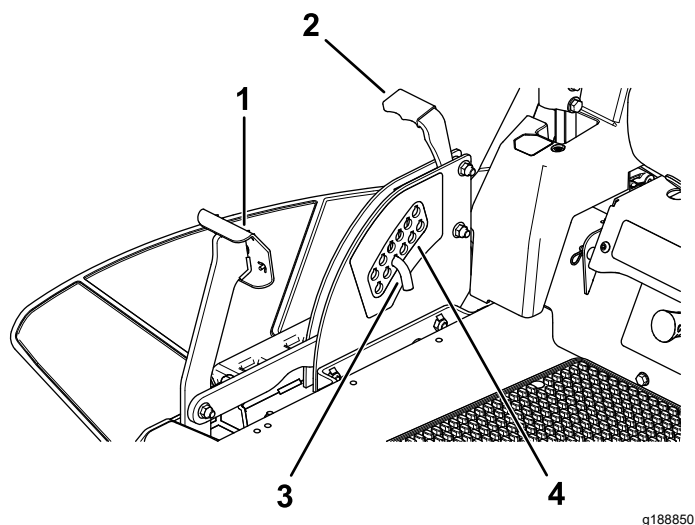

Figure 38
1. Appuyez sur la pédale de commande du plateau de coupe avec le pied et levez le plateau à la position du verrou de transport (qui est aussi la position de hauteur de coupe de 114 mm), comme montré à la Figure 38.
2. Pour changer de hauteur de coupe, retirez la goupille du support de hauteur de coupe (Figure 38).
3. Insérez la goupille dans le trou du système de hauteur de coupe correspondant à la hauteur de coupe voulue (Figure 38).